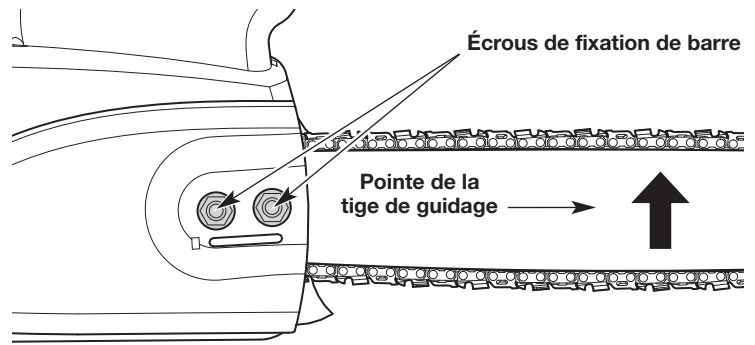

Fig. 23
1. Utiliser une clé de 13 mm (1/2 po) pour desserrer légèrement les écrous qui retiennent le guide-chaîne en place (Fig. 23). **Ne PAS** enlever les boulons qui retiennent le guide-chaîne.